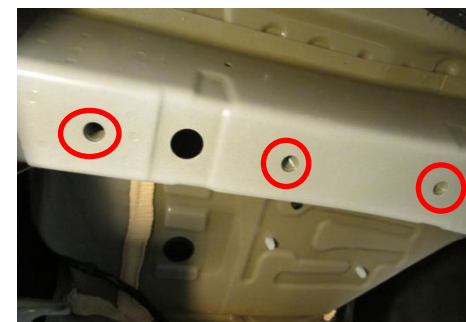

Figura 3
2. Levante el enganche a su posición e inserte pernos M14 y las arandelas cónicas a través del soporte y del bastidor como se muestra en la Figura 3.